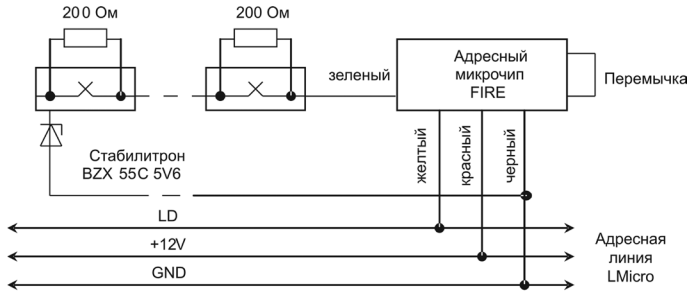

Рисунок 6. Схема подключения пожарных тепловых извещателей с нормально замкнутыми контактами
- В случае использования пожарных тепловых извещателей с нормально замкнутыми контактами используйте оконечный стабилитрон ВZХ55С5V6 или аналогичный. Для каждого извещателя - дополнительный резистор С2-33Н-0,25-200 Ом+5% или его аналог (Рисунок 6).